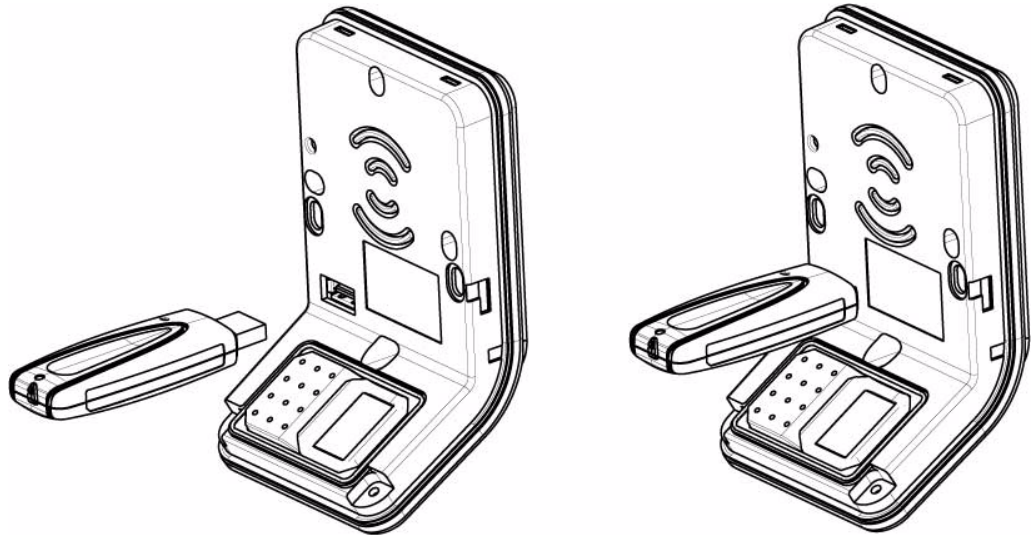

Figure 3.22: Branchement de la clé mémoire USB
11. A ce stade, il est possible de brancher une clé mémoire USB dans le terminal pour configuration (voir Figure 3.22). Pour plus d'informations sur la configuration et le réglage du produit, se reporter au Guide d'Utilisation du MorphoAccess® J Series. Après avoir effectué la configuration, retirer la clé mémoire USB.